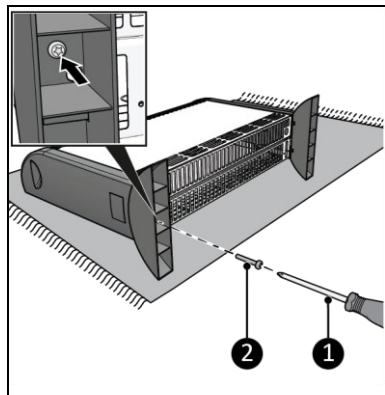

Abbildung 5
4. Schrauben Sie die Sockel mit den Blechschrauben (Abbildung 5, Pos. 2) mit einem Phillips Kreuzschlitzschraubendreher (Abbildung 5, Pos. 1) fest.